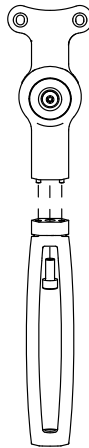

Abbildung 4.
4. Richten Sie das Ersatzbein mithilfe der Ausrichtungszapfen an der Basis aus. Siehe **Abbildung 4**.
5. Schrauben Sie das neue Befestigungselement (M6 x 14) gemäß **Abbildung 4** unter Verwendung des 5-mm-Innensechskantschlüssels durch die Oberseite des Beins in die Basis. Befestigungselement mit **6,0 Nm (53 in-lbf)** anziehen.